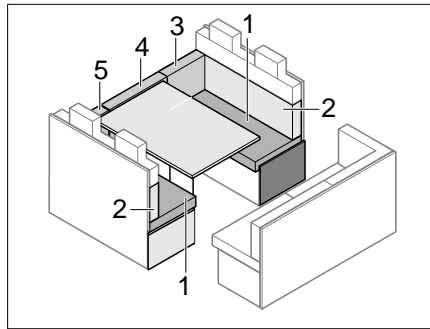

Bild 192 Vor dem Umbau
- Rückenpolster (Bild 192,3,4 und 5) entfernen und zur Seite legen.